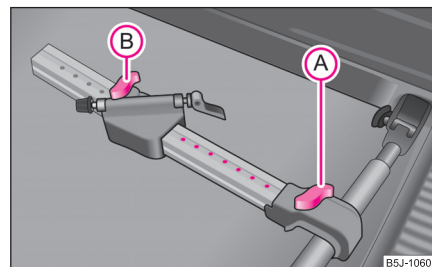

Fig. 79 Montarea suportului pentru bicicletă
- Așezați suportul pentru bicicletă autorizat în centrul suportului transversal, ridicați șurubul **A** și împingeți suportul longitudinal (partea din aluminiu) înspre suportul transversal până se fixează, și rotiți șurubul **A** în piuliță ⇒ fig. 79.
- Eliberați șurubul (A) ⇒ pagina 71, fig. 79 și împingeți suportul împreună cu bicicleta fixată, spre stânga (în direcția de deplasare), astfel încât între ghidon și fereastra laterală a portbagajului să nu existe contact.